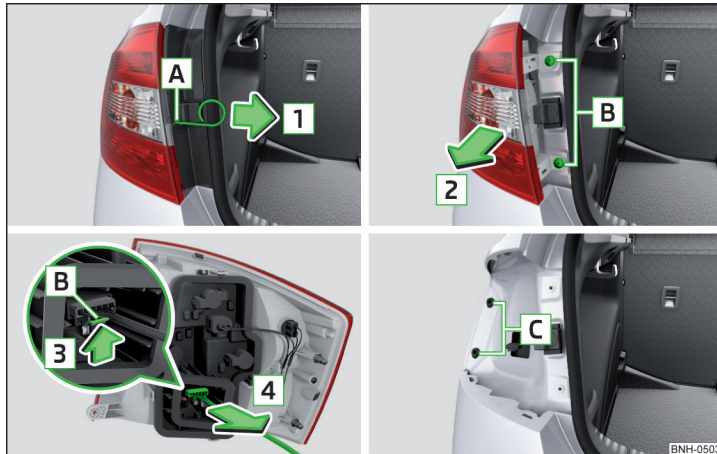
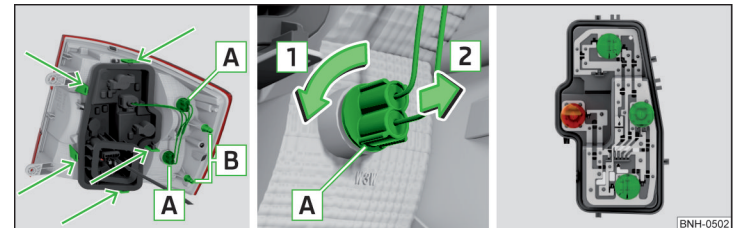

Fig. 197 Demontarea lămpii/scoaterea conectorului
Fig. 198 Partea exterioară a lămpii/parte interioară a lămpii
- Introduceți brida pentru extragerea capacelor integrale de roată în degajarea **A** » fig. 197.
- Introduceți lampa cu ciocurile **B** » fig. 198 la pagina 163 pe suportii **C** » fig. 197 din caroserie.
- Rotiți soclul, împreună cu becul cu incandescență **A** » fig. 198 în sensul săgeții **1**.
- Deblocați soclul becului în zonele marcate cu săgeți » fig. 198 și scoateți-l din lampă.